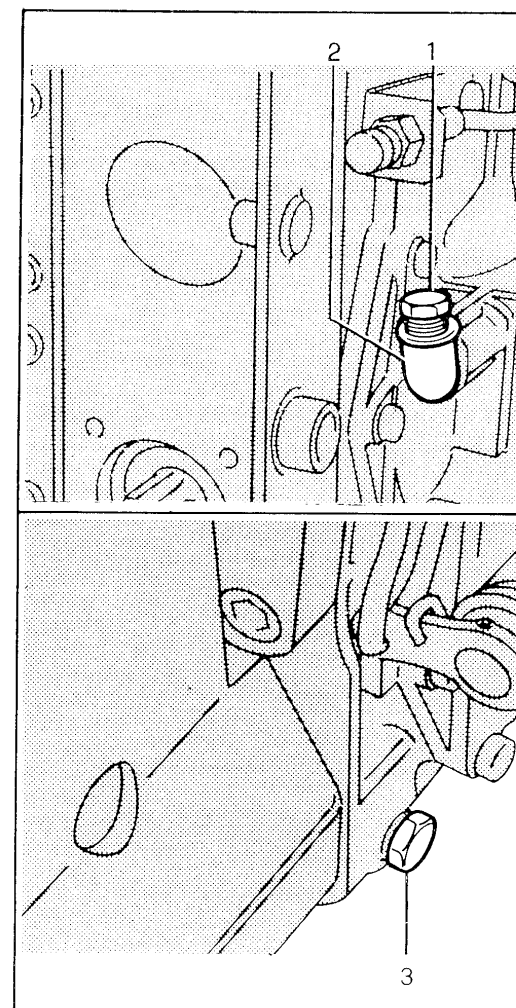

Bild 18 - Fig. 18
Hinterachsbrücke: den Ölstand durch Abschrauben der Verschlusschraube (1) prüfen (siehe Bild 18). Der Ölstand stimmt, wenn das Öl beginnt aus der Winkelverschraubung (2) überzulaufen.
Rear axle housing: check oil level (see fig. 18); to do so, unscrew filler (1); oil level is correct when oil overflows from the elbow fitting (2).
Carter du pont arrière: contrôler le niveau de l'huile (voir fig. 18); dans ce but dévisser le bouchon (1). Le niveau est correct si l'huile déborde du raccord à coude (2).
Hinterachsbrücke: das Öl wechseln (siehe Bild 18). Die Verschlusschraube (3) auf der linken Seite des Gehäuses entfernen, sowie den Einfülldeckel (1) abnehmen, um den Ablass zu erleichtern; abtropfen lassen. Nach Wiedermontage der unteren Verschlusschraube die Nachfüllung mit dem vorgeschriebenen Öl vornehmen, bis das Öl beginnt aus der Winkelverschraubung (2) überzulaufen.
Rear axle housing: change oil (see fig. 18). Remove the drain plug (3) located on the left hand side of the housing as well as refill (1) to make bleeding easier. Let oil drip out. Refill with the prescribed fresh oil after replacing the lower plug until the oil begins overflowing from the elbow fitting (2).
Carter du pont arrière: changer d'huile (voir fig. 18). Enlever le bouchon de vidange (3) situé sur le côté gauche du carter et le bouchon de remplissage (1) pour faciliter la vidange; laisser égoutter. Refaire le plein avec l'huile indiquée après avoir enlevé le bouchon inférieur. Le niveau est normal si l'huile déborde du raccord à coude (2)